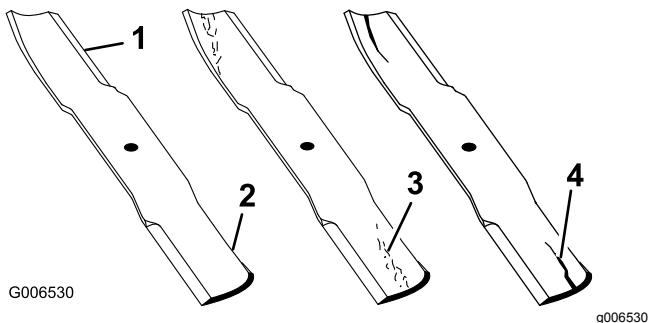

Figure 62
1. Examinez le tranchant des lames (Figure 62). Si les lames sont émoussées ou présentent des indentations, déposez-les et affûtez-les. Voir Affûtage des lames.
2. Inspectez les lames, surtout la partie relevée (Figure 62). Remplacez immédiatement toute lame endommagée, usée ou qui présente une entaille (Figure 62).